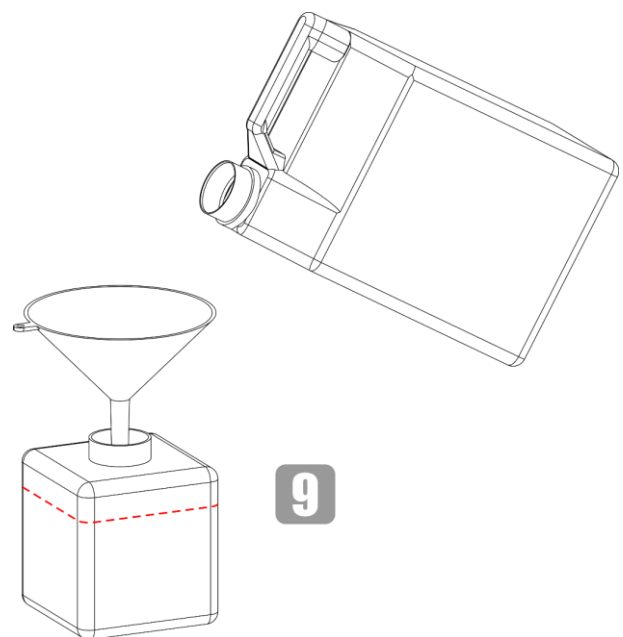

Abb. 16
- 09) Füllen Sie die Nebelflüssigkeit mit einem Trichter in den Behälter (Abb. 16).
- 10) Befüllen Sie den Flüssigkeitsbehälter mit der empfohlenen Nebelflüssigkeit (Maximales Fassungsvermögen des Behälters ist 1,5 l). Achten Sie darauf, nicht zu viel einzufüllen. Siehe Abb. 16 für weitere Informationen.